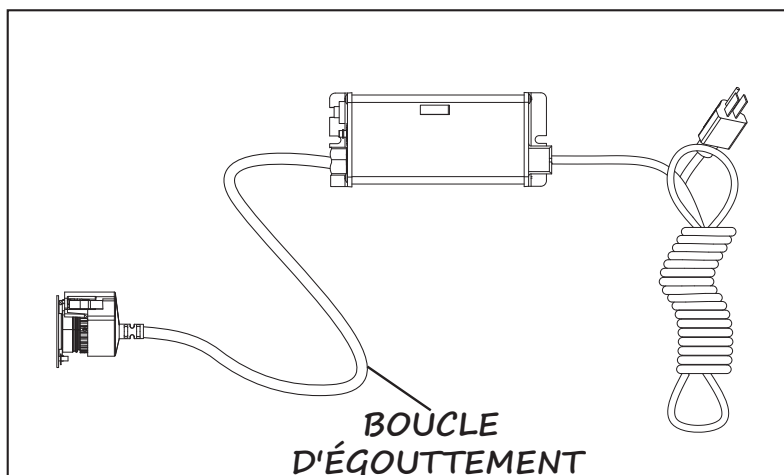

Figure 6 Boucle d'égouttement
- Le dispositif de commande devrait être monté soit au-dessus, soit à côté de la chambre. Montez toujours le dispositif de commande à l'horizontal pour éviter que l'humidité coule le long du cordage et provoque un incendie. Des boucles d'égouttement dans tout le cordage branché au dispositif de commande sont hautement recommandées. Consultez la Figure 6.
- Montez le dispositif de commande VIQUA ICE horizontalement au mur, à côté de la chambre à UV. Dans l'idéal, placez le dispositif de commande au-dessus de la chambre et loin de tout point de branchement d'eau, pour éviter toute fuite potentielle d'eau sur le dispositif de commande au moyen d'une fuite au niveau d'un point de connexion ou d'un système « transpirant ». Assurez-vous d'avoir laissé une « boucle d'égouttement » comme indiqué dans la Figure 6 sur la lampe, le capteur et le cordon d'alimentation, à nouveau, pour empêcher l'eau de pouvoir entrer dans le dispositif de commande.